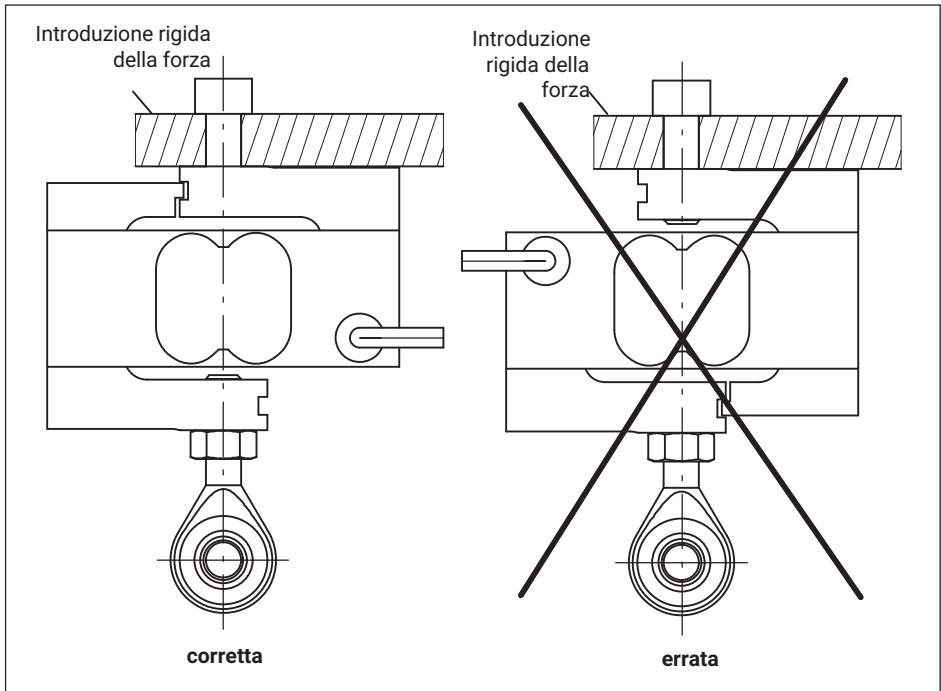

Fig. 7.1 Orientamento del trasduttore durante il montaggio
*Il lato di uscita del cavo del trasduttore dovrebbe essere sempre fissato direttamente alla parte rigida di trasferimento della forza dell'utente. Fare attenzione a disporre il cavo in modo che esso non provochi forze parassite, ad esempio a causa del suo peso o della sua rigidità, vedere Fig. 7.1.*